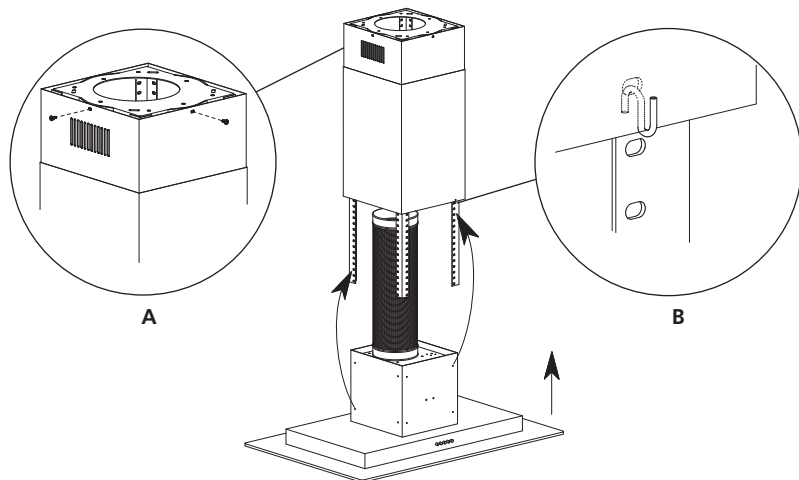

Fig. 19
- Encaixar os dois chaminés de inox [superior e inferior] nas cantoneiras já fixadas no suporte de fixação [Fig.19].
- Fixar o chaminé superior com 4 parafusos no suporte de fixação [Fig.19 A].
- O chaminé inferior deverá deslizar até o teto e ficar preso através da presilha tipo "S" que acompanha o produto [Fig.19 B].